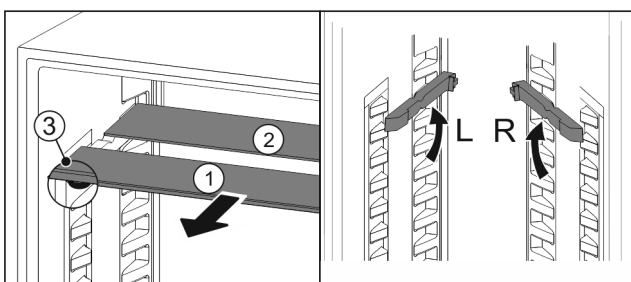

Fig. 127
- ▶ Glasplatten einzeln nach vorne herausziehen Fig. 127 (1).
- ▶ Glasplatte Fig. 127 (1) mit Zierleiste liegt vorne.
- ▶ Stopps Fig. 127 (3) zeigen nach unten.